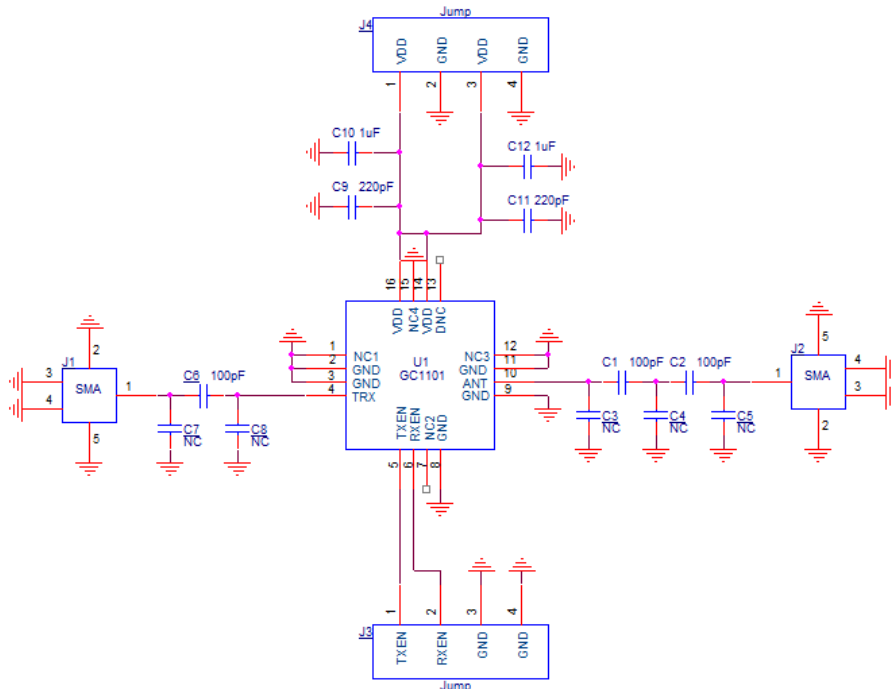

图 2-1
原理图设计可以参考如下图 2-1, 这也是我们 EVB 板的设计方案。
- 2.1 GC1101 内部 VDD 是接通的, 图 2-1 中的 C9/C10 或 C11/C12 只要选一组即可。